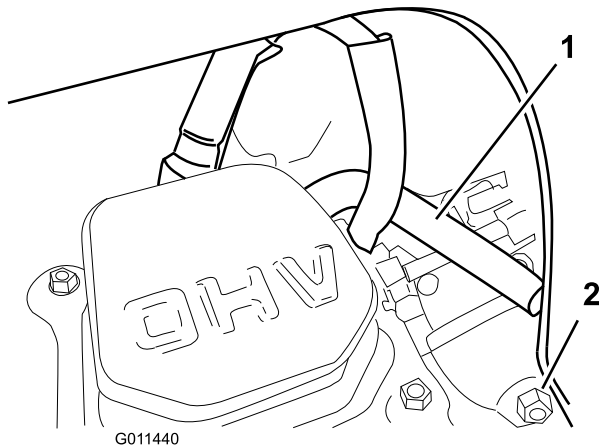

**Figure 34**
11. Réglez l'écartement des électrodes à 0,76 mm (0,030") (Figure 34).